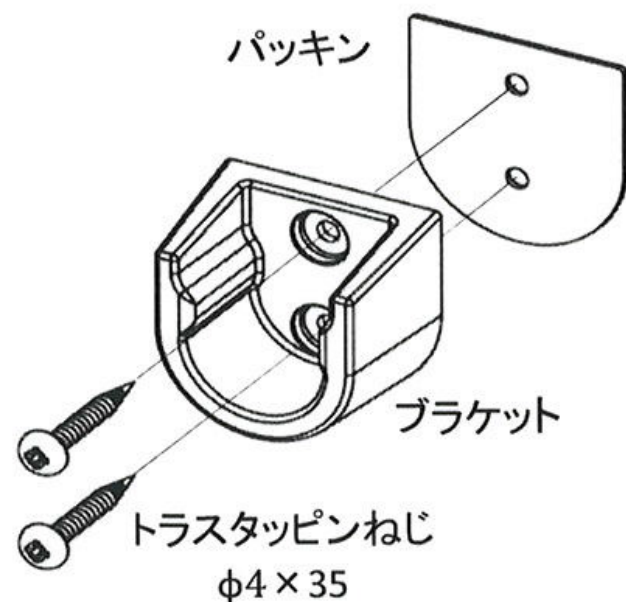

図1. ブラケットの取付方法
- ① 図1のようにブラケットと壁間にパッキンを挟み込みトラスタッピンネジ(φ4×35)で確実に止めてください。壁が薄くしっかりと固定できない時は裏面に補強板を使用するか、適切なアンカー部材を使用してしっかりと固定してください。また、タイル壁などの場合も、樹脂プラグなどを使用してしっかりと固定してください。